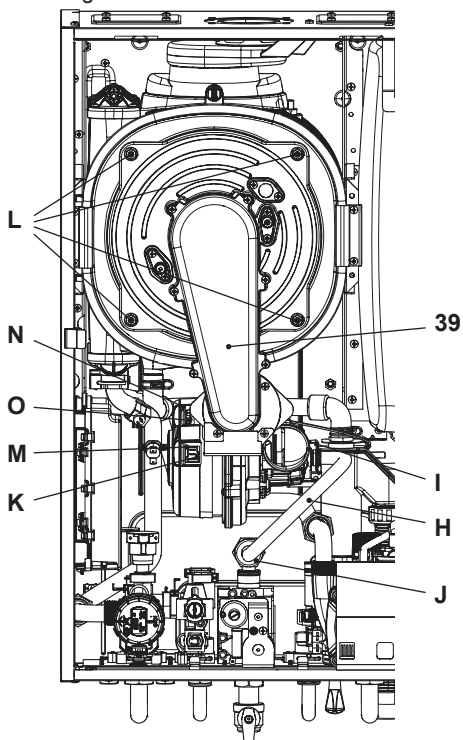

Figura 9.12
Extracción del grupo quemador-ventilador 39 en la Figura 9.12.
- Introduzca un destornillador plano en el entrante K del conector M y haga palanca hacia abajo. Al mismo tiempo desconecte el conector M tirando de él de frente (Figura 9.12).
- Desconecte el conector del ventilador N presionando el gancho de plástico O situado debajo del conector (Figura 9.12).
- Desenrosque las tuercas L y extraiga el grupo quemador-ventilador 39 (Figura 9.12)